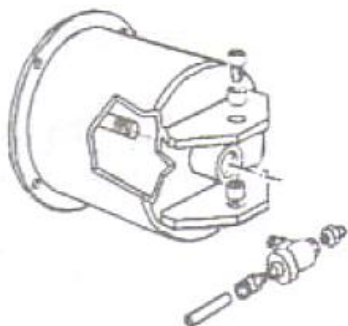

Рис. 12
- г. Для очистки или замены глушителя устройства отрыва борта см. рис. 12 и пункты 1 и 3.